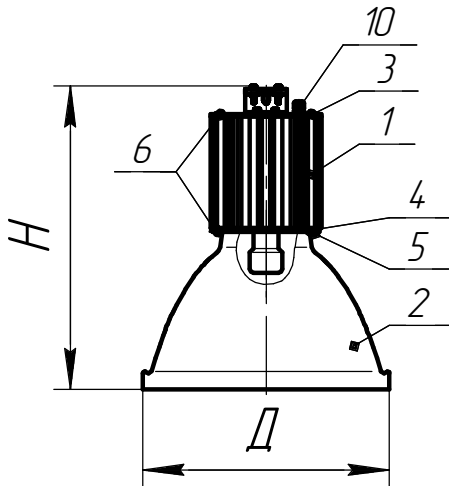

Рисунок 2
6.3 Светильники типа ГСП15, ЖСП15, РСП15, ФСП15 - светильники с решеткой защитной см. рисунок 2: